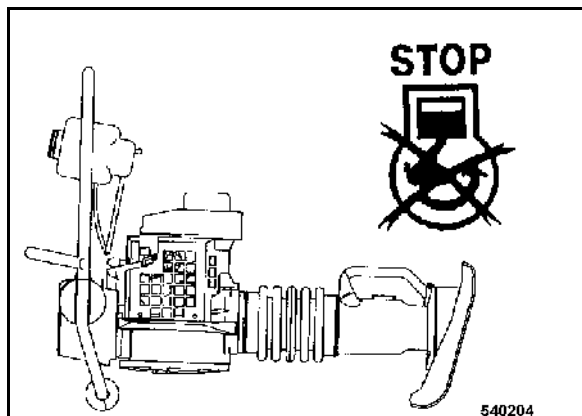

fig. 28
- Ne transporter la pilonneuse sur les rouleaux qu'en position couchée (fig. 28).